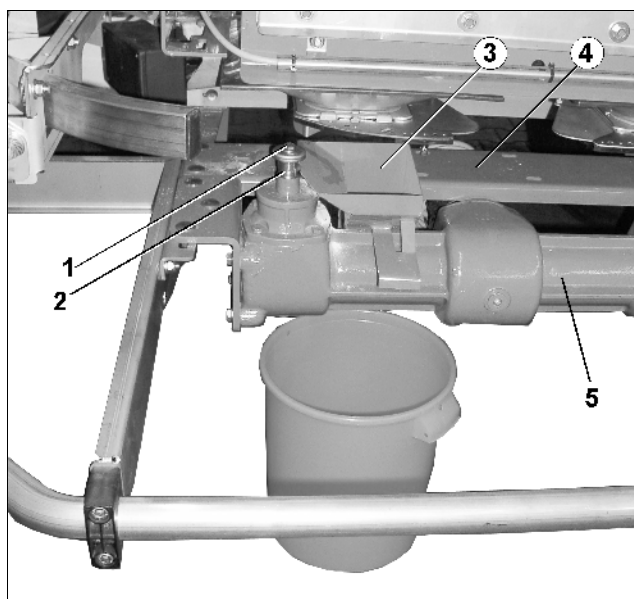

Рис. 28
- Извлеките болт с шестигранной головкой (Рис. 28/1) для крепления левого распределяющего диска и снимите распределяющий диск с приводного вала (Рис. 28/2).
- Установите воронку для установки на норму внесения (Рис. 28/3) между переключкой (Рис. 28/4) и распределительным редуктором (Рис. 28/5) и вдвиньте до приводного вала.
- Приемную емкость (Рис. 28/6) разместите под воронкой для установки на норму внесения.